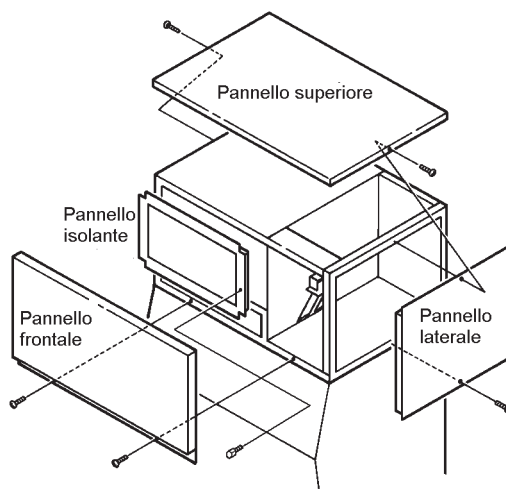

Fig. 1
2. Rimozione dei pannelli (vedere Fig. 1)